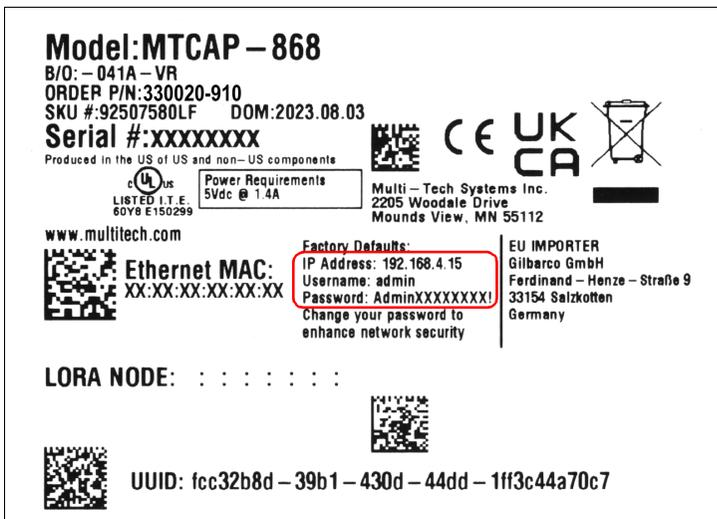

Figure 4. Exemple d'étiquette de la passerelle – Adresse IP, nom d'utilisateur et mot de passe
1. Repérez l'étiquette à l'arrière de l'unité, et notez l'adresse IP, le nom d'utilisateur et le mot de passe par défaut d'usine (entourés en rouge sur l'exemple d'étiquette de la Figure 4). Les X dans le mot de passe correspondent au numéro de série de la passerelle. Par exemple, si le numéro de série de la passerelle est 12345678, son mot de passe par défaut est **Admin12345678!**.